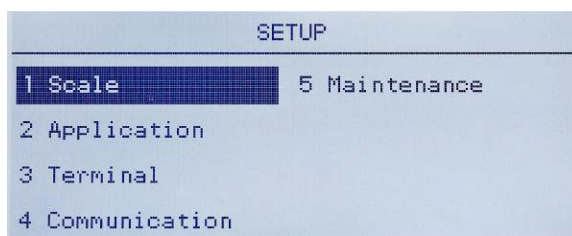

Figura 3-28: Menú de configuración – Reinicio
1. Presione la tecla MENÚ y seleccione el ícono CONFIGURACIÓN . La Figura 3-28 muestra la primera página del menú de configuración con cinco ramas principales mostradas.